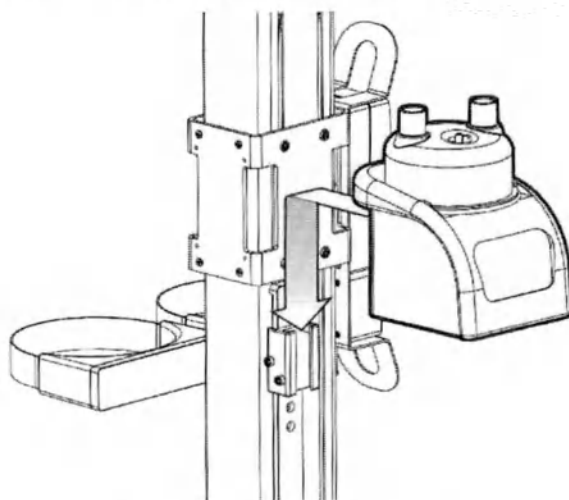

Рисунок 3.4 – Установка увлажнителя на тележку.
- 2 Установите увлажнитель на стойку тележки с помощью специального кронштейна (см. рисунок 3.4), который можно отрегулировать по высоте. Увлажнитель закрепляется в пазах и фиксируется за счет собственного веса.